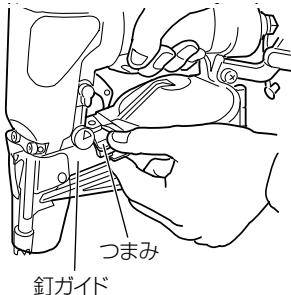

図 6
(1) マガジンに釘を入れる
- 釘ガイドとつまみに指を掛け、つまみを押して開きます。(図6)